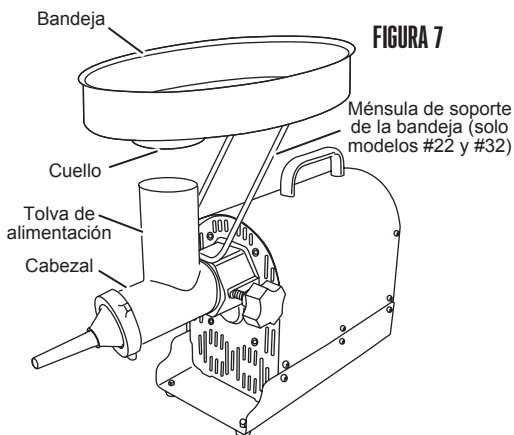

FIGURA 7
7. Inserte el cuello de la bandeja en la tolva de alimentación (**FIGURA 7**). Enchufe en un tomacorriente.
8. NUNCA opere el molino sin haber asegurado la bandeja en su lugar (**FIGURA 7**).